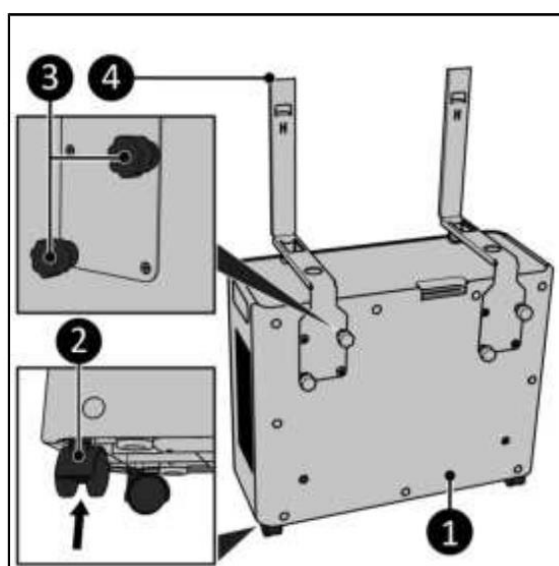

Figura 34
2. Atașați roțile (Figura 34, elementul 2) la unitatea exterioară (Figura 34, articolul 1) introducându-le în orificiile de pe partea inferioară a unității exterioare.
3. Atașați suporturile interioare (Figura 34, articolul 4) la unitatea exterioară (Figura 34, articolul 1) strângând cele două capace cu șuruburi de pe fiecare suport (Figura 34, articolul 3).